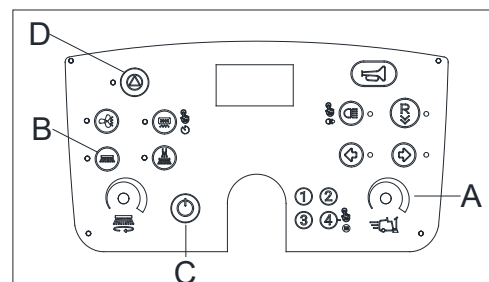

Figura 24
- Ajuste la velocidad al mínimo con el selector de velocidad de la máquina (A, figura 24).
- Pulse el botón de inicio (D, figura 24) para habilitar la limpieza.
- Pulse el botón del cepillo lateral (B, figura 24) para bajar el cepillo lateral a la altura de trabajo, pulse el pedal del acelerador y deje que el cepillo lateral funcione durante 1 minuto.
2. Pulse el botón de encendido (C, figura 24) para apagar la máquina.